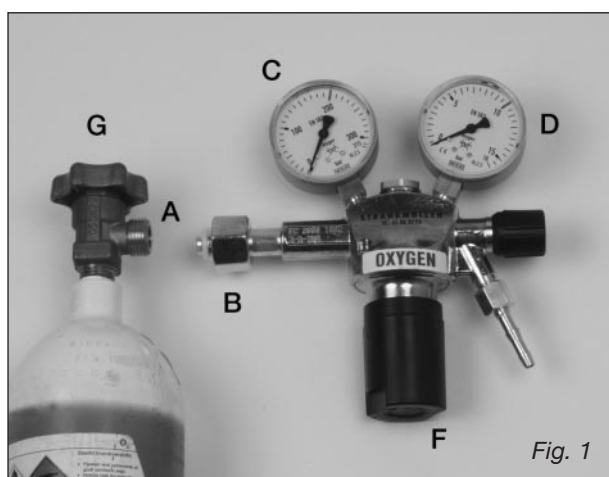

Fig. 1
Løsn flaskeventilen (G) en lille smule, så man lige kan høre, at den blæser – luk straks igen. Anbring reduktionsventilen (Fig. 1) mod flaskeventilens åbning (A) og spænd omløberen (B) fast med (gaffelnøgle) et hårdt greb, så den slutter helt tæt.
- 2) Reduktionsventilen skal være lukket. Regulerings-skruen (F), skal være drejet så meget venstre om, at den er helt løs.
- 3) Åben langsomt for flaskeventilen (G). Indholdsmanometeret (C) viser nu flasketrykket. Stå ikke direkte foran ventilen mens der åbnes for flaskeventilen.
- 4) Drej nu regulerings-skruen (F) højre om indtil manometer (D) viser det ønskede afgangstryk.
- 6) Før afmontering af reduktionsventil (Fig. 1) lukkes flaskeventil (G) og det sikres at indholdsmanometer (C) viser 0 bar inden omløberen (B) løsnes. Flaskeventil, reduktionsventil samt værktøj hertil må aldrig smøres, men skal holdes fri for olie og fedt.